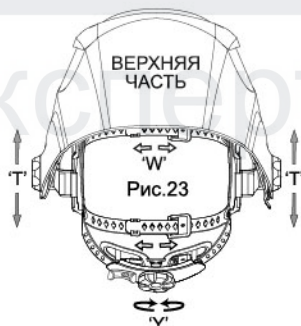

Рис.23
Общая окружность наголовника может быть увеличена или уменьшена путем поворота ручки на задней стороне наголовника. (см. установку «Y» на рис. 23). Это можно сделать, надев маску на голову и установив правильное натяжение наголовника, чтобы маска надежно держалась на голове без чрезмерного затягивания.
• Если наголовник находится слишком высоко или слишком низко на голове, отрегулируйте ремень, который проходит над верхней частью головы. Для этого отпустите конец ленты, выдвинув стопорный штифт из отверстия в ленте. Сдвиньте две части ленты, установив нужную ширину, и вставьте стопорный штифт в ближайшее отверстие. (см. параметр «W» на рис. 23).